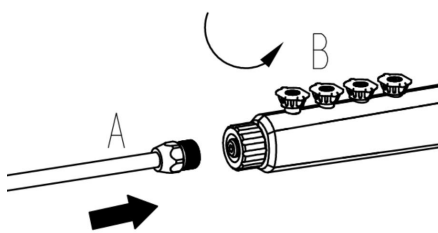

Fig.1
1. Instale el conjunto de la lanza de pulverización, conecte A&B como se muestra en la Fig.1.